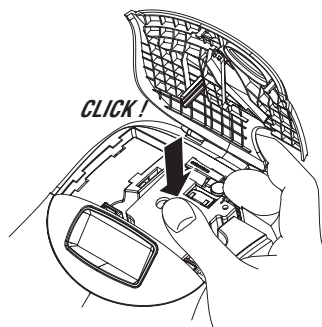

Figura 5
4. Inserire la cassetta con il nastro della stessa e quello inchiostroato disposti tra la testina stampante e il rullo di presa. Vedere Figura 5.